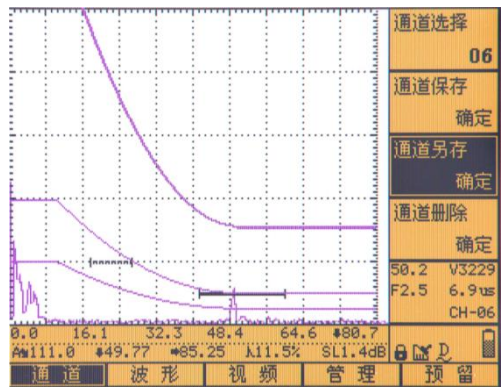

图 6.30
- e) 如果要保存做好的 DAC 曲线，单击【通道】键或单击 2 次【系统】按键，按【向下】键选择“通道另存”，如图 6.30 所示，右旋飞轮，选择空通道，按【确认】键，制作好的 DAC 曲线保存完成。